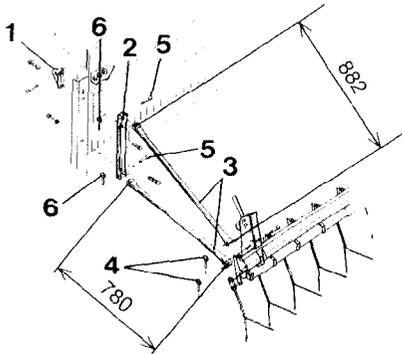
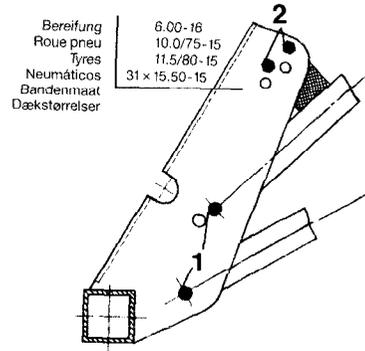

Fig. 42
Fig. 43
- Le renfort coudé (fig. 42/1) est déjà monté de série sur votre semoir.
- Fixer la cornière verticale (fig. 42/2) sur la trémie.
- Les flexi-doigts de recouvrement sont vissés sur le support tubulaire (fig. 42/3) au moyen de deux axes (fig. 43/1) et verrouillés avec des sécurités à goupille (fig. 42/4).
- L'amortisseur oscillant métallique doit être vissé sur le D8 SUPER comme indiqué sur la fig. 43/2.
- Mettre en place les supports tubulaires (fig. 42/3) dans les cornières verticales (fig. 42/2) à l'aide des axes et verrouiller avec les sécurités à goupille (fig. 42/6).